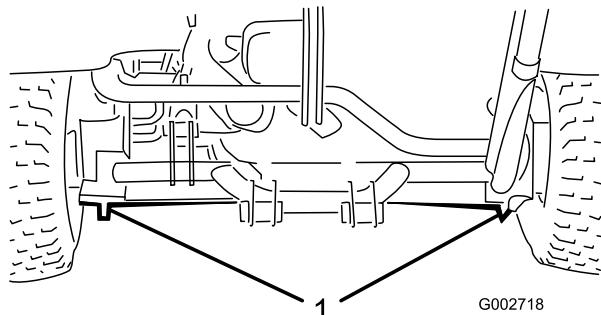

図 19
- ・ 左右の後ホイール・モータの下のフレーム部分(図 19)